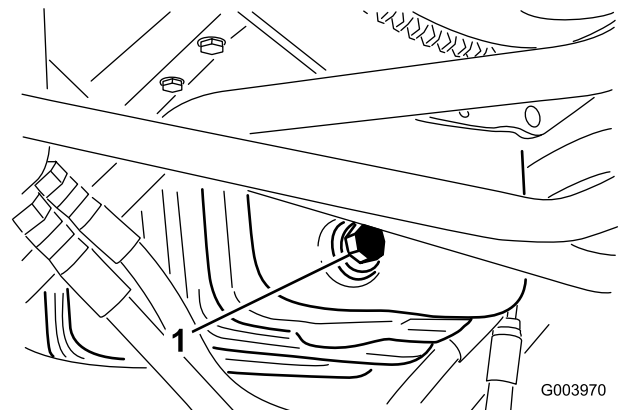

図 63
1. ドレンプラグ（図 63）を外してオイルを容器に受ける。